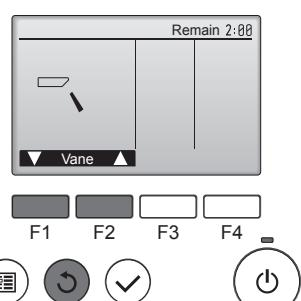

Fig. 8-4
- Appuyez sur la touche [CHOIX] pour afficher l'écran de fonctionnement des ailettes, puis appuyez sur les touches [F1] et [F2] pour contrôler le mouvement automatique des ailettes. (Fig. 8-4)